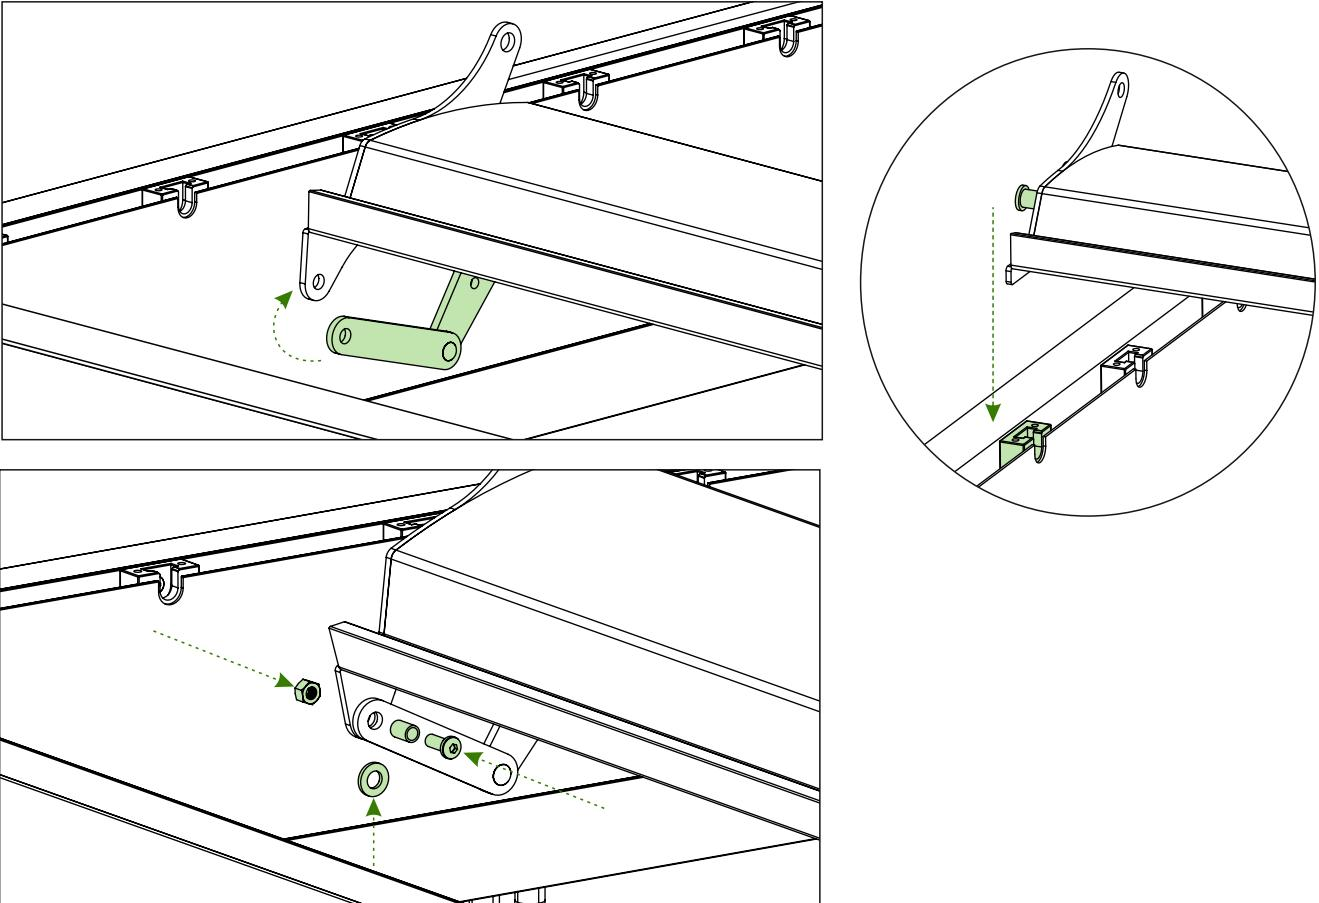

Abb. 16
6.4. Setzen Sie die Steuerungslamelle in den dafür vorbestimmten Kunststoffsockel ein. Schrauben Sie als nächste die Lamelle an das Verbindungsstück, verwenden Sie hierbei die M 6x16 Linsenkopfschraube, Unterlegscheibe, Edelstahlring und Sicherungsmutter, um die Handkurbel und die Lamelle zu verbinden. Siehe Abb.16.